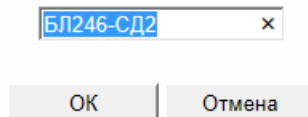

Рисунок 62.
1. Текст (кнопка №3). После нажатия на кнопку необходимо указать текст в диалоговом окне и нажать кнопку ОК. После этого текст появится на плане (см. рисунок 62).